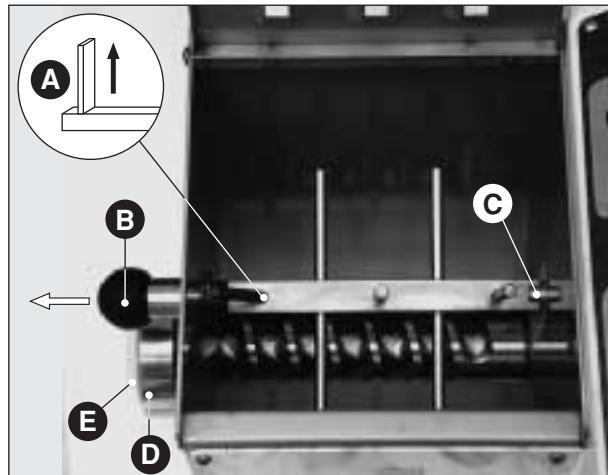

Fig. 13
- Mescolatore: assicurarsi che la pala esterna sia nella posizione verticale superiore (**Fig. 13 A**) (solo questa posizione consente lo smontaggio del pezzo).
Smontare il mescolatore, tirare il pomello (**Fig. 13 B**) fino a disimpegnare il mescolatore; sfilare l'albero quadro dalla sua sede (**Fig. 13 C**) e contemporaneamente ruotare l'estremità esterna verso l'alto. Per il montaggio del particolare operare in senso inverso con l'avvertenza di allineare la sede centrale dell'albero con il piolo del supporto mobile; quindi rilasciare il pomello.
- Ghiera (**Fig. 13 D**) e trafil (Fig. 13 E): svitare la ghiera a mano, facendo attenzione a non far cadere i pezzi, allorché la ghiera esce dalla sua sede per non procurare danni a sé o ai pezzi stessi.
- Coclea (**Fig. 13 F**): smontata la ghiera con trafil, la coclea si può facilmente estrarre dalla macchina spingendola dalla spirale dall'estremità interna.